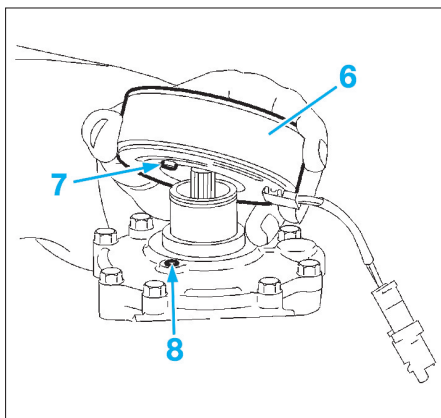

FIG. 10
À la **repose**, lors de la mise en place de la bobine (6), contrôler l'alignement du téton (7) par rapport au logement (8) (Fig.10).